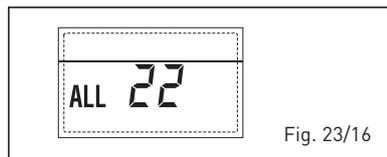

Fig. 23/16
- **ANOMALIE SONDE REFOULEMENT DEUXIEME ZONE MIXTE "ALL 23"** (fig. 23/17)